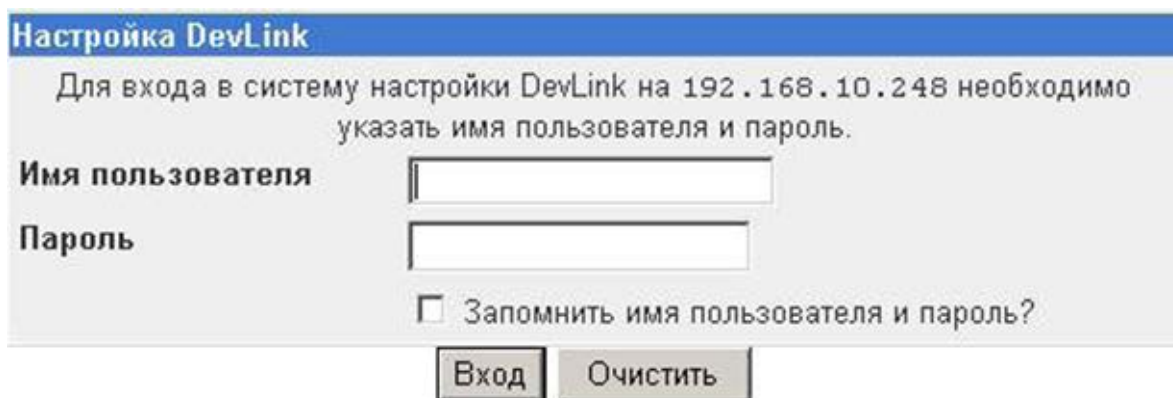

Рисунок 3.1 – Ввод имени пользователя и пароля
- 2 В появившемся приглашении задать имя пользователя, пароль (рисунок 3.1) и нажать «Вход»